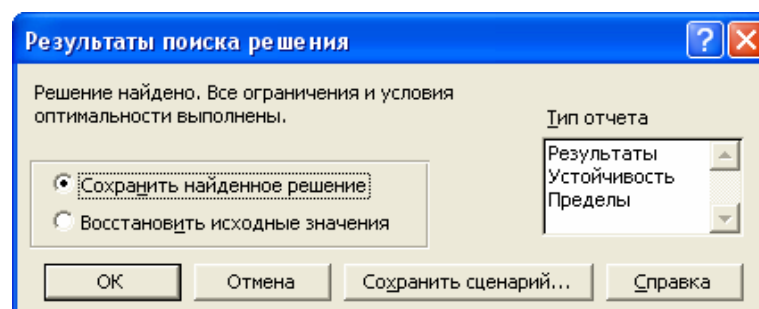
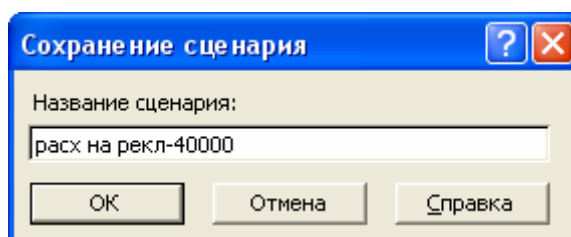

Рис. 7. Диалоговое окно Результаты поиска решения
Рис. 8. Диалоговое окно Сохранение сценария
9. Нажмите кнопку **Выполнить** (Solve). По окончании поиска решения появится диалоговое окно **Результаты поиска решения** (Solver Results) (рис.7).
После нажатия кнопки ОК в окне **Результаты поиска решения** (Solver Results) (рис.7.) параметры модели автоматически сохраняются в именованных формулах на рабочем листе.
После того как мы нашли решение, можно сохранить ссылки на изменяемые ячейки, чтобы использовать их в составе сценария. Для этого нужно нажать кнопку **Сохранить сценарий** (Save Scenario) в диалоговом окне **Результат поиска решения** (Solver Results) (рис.7). В предъявленном диалоговом окне (рис. 8) необходимо ввести имя сценария и нажать кнопку **ОК**.
- В предъявленном окне **Результаты поиска решения** (Solver Results) (рис. 7.) выбрать переключатель **Сохранить найденное значение** (Keep Solver Solution) и нажать кнопку ОК.